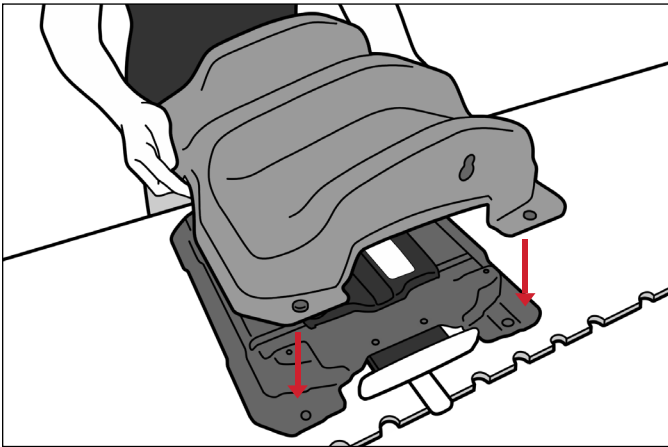

Fig. 6
4. Instale la carcasa del soporte de rodillas alineando los 4 pasadores de las esquinas con los orificios correspondientes de la base del soporte de rodillas. (Fig. 6)